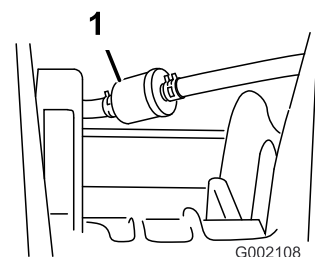

Figura 36
5. Rimuovete i dispositivi di fermo che fissano il filtro del carburante ai tubi di alimentazione (Figura 36).